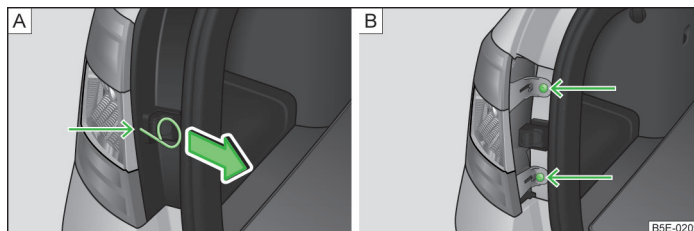

Fig. 223 Capacul/demontarea lămpii
- Etrierul pentru extragerea capacelor integrale de roți » pagina 221, Trusa de scule se introduce în orificiu, în locul marcat cu săgeți » fig. 223 - .
- Extrageți capacul în sensul săgeții » fig. 223 - .
- Deșurubați lampa folosind șurubelnița din trusa de bord » fig. 223 - B.